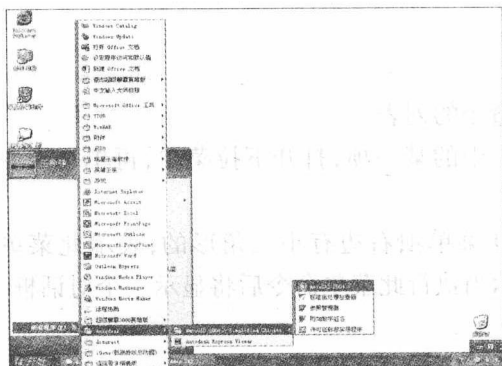

图 1-1 打开 AutoCAD
(1) 单击“开始”按钮,打开“开始”菜单。
(2) 移动鼠标指针到“程序”选项,显示其子菜单,移动鼠标指针到“AutoCAD”,又显示其子菜单,便可以启动,如图 1-1 所示。